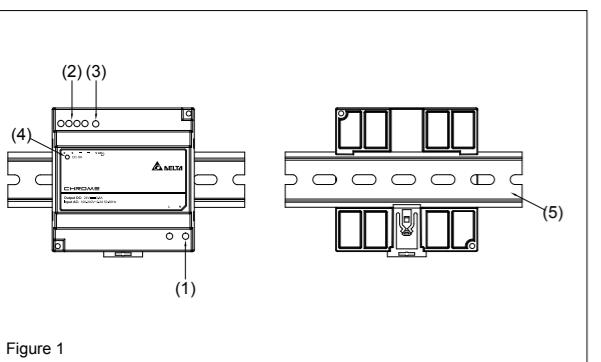
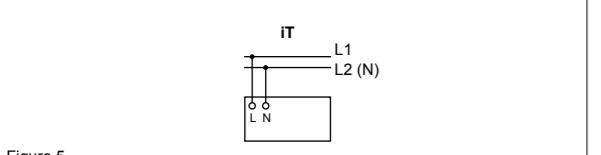

Figure 1
Figure 5
5.2. Anschluss der Ausgangsklemmen (Abb. 1, Abb. 5)
Verwenden Sie die Eingangsklemmen L und N (Schutzleiter), um den 100-240Vac-Anschluss herzustellen. Abb. 5 zeigt den Anschluss an die unterschiedlichen Netztypen.
2. Device description (Fig. 1)